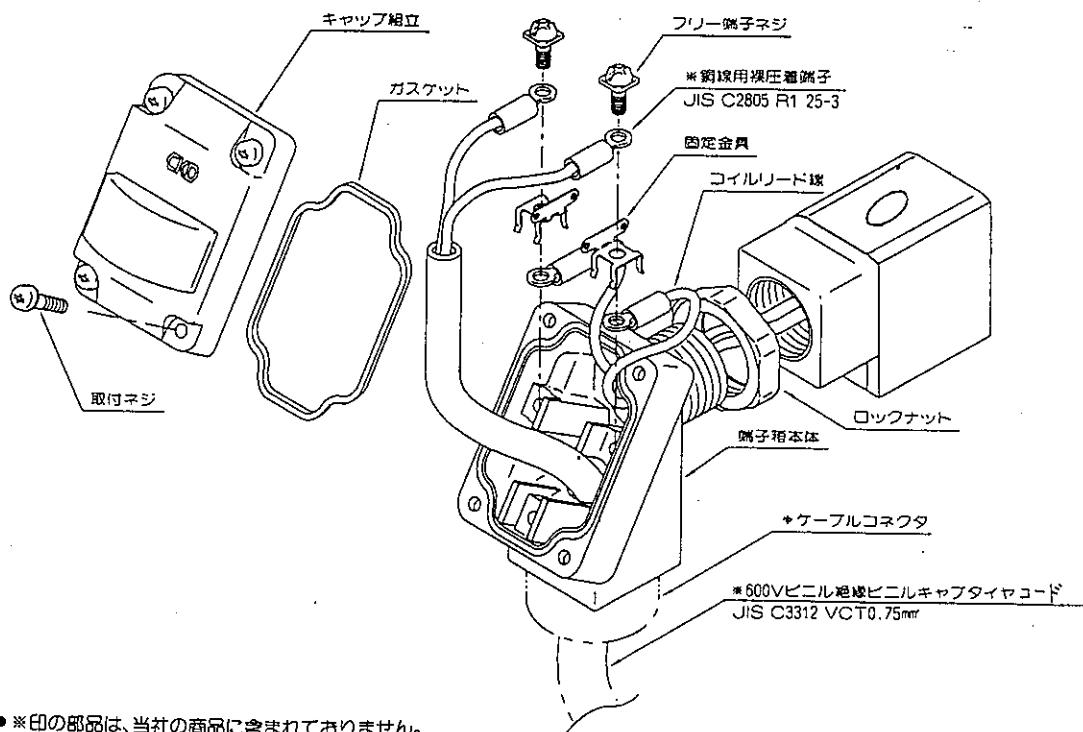

図12
(5) AC・DCコイルとも極性はありません。リード線・端子箱の接続を図10～図12に示してありますので、各々のタイプに合った接続をしてください。